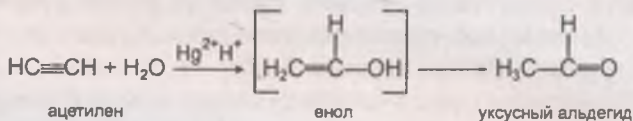

Рис. 101
4) гидратация (реакция Кучерова) — процесс присоединения воды к алкинам проходит в присутствии солей ртути (II) в кислой среде (рис. 101).